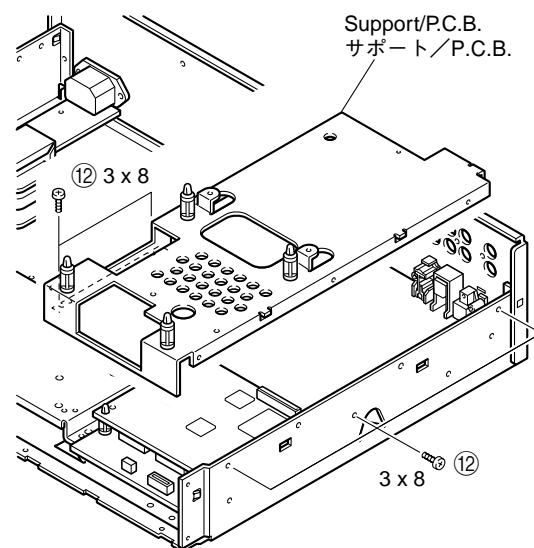

Fig. 9
- Remove 5 screws (12) and then remove the Support/P.C.B. (Fig. 9)
- 12のネジ5本を外し、サポート/P.C.B.を取り外します。(Fig. 9)